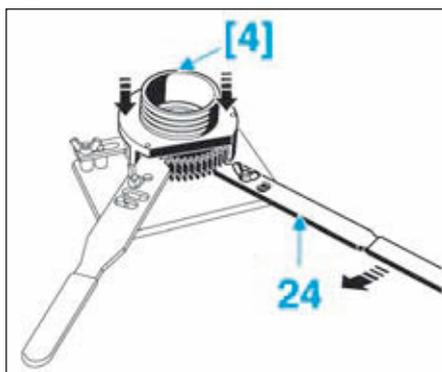

FIG.77
- Pivoter le levier (64) vers l'intérieur pour aligner les dentures du moyeu avec celles du flasque inférieur (Fig.77).